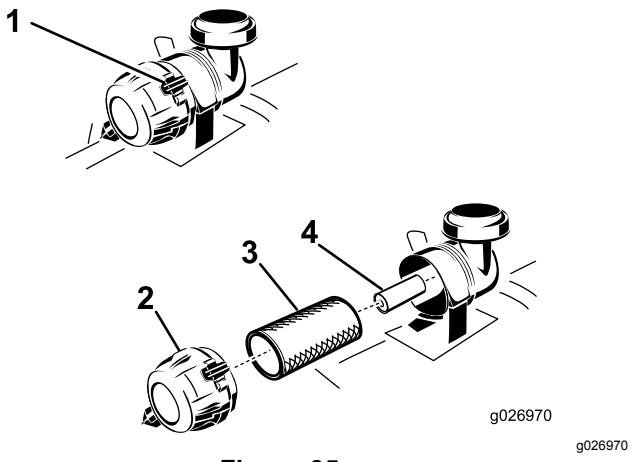

Figura 35
3. Premete verso il basso per rilasciare i dispositivi di fermo sul filtro dell'aria e togliere il coperchio dal corpo del filtro (Figura 35).
5. Estraete con cautela il filtro primario dal corpo del filtro dell'aria (Figura 35).
5. Installate il coperchio del filtro dell'aria con il tappo di sfiato verso il basso e ruotate in modo che i dispositivi di fermo bloccino il coperchio nella corretta posizione (Figura 35).
2. Se sostituite il filtro secondario, inseritelo con cautela nel corpo del filtro (Figura 35).
3. Montate con cautela il filtro primario sul filtro secondario (Figura 35).